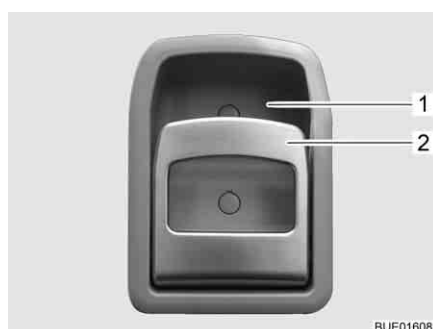

Fig. 46 Serrure de la porte cellule, à l'intérieur
- Tirer sur la poignée (Fig. 46,2). La serrure de la porte se déverrouille et s'ouvre.
- Appuyer sur la poignée (Fig. 46,2) en haut en direction de l'évidement (Fig. 46,1) dans lequel elle repose. La serrure de la porte se verrouille.